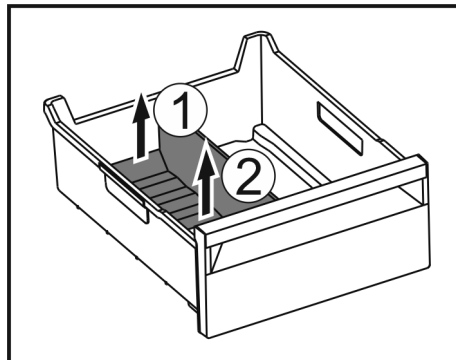

Fig. 61
- ▶ Podnieść tylną część separatora do szuflady na lód. Fig. 61 (1)
- ▶ Separator do szuflady na lód podnieść do góry. Fig. 61 (2)